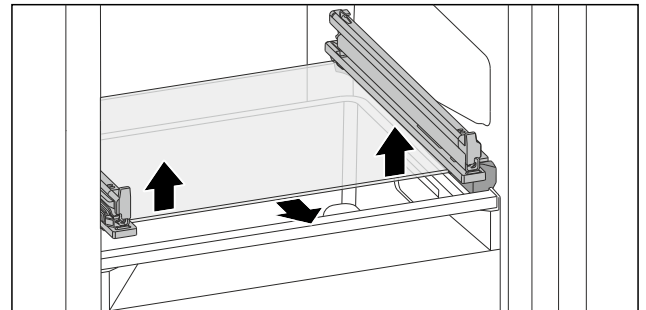

Fig. 85 Glasplatte des abklippbaren Schubfachs
- Glasplatte von unten beidseitig nach oben drücken. (siehe Fig. 85)